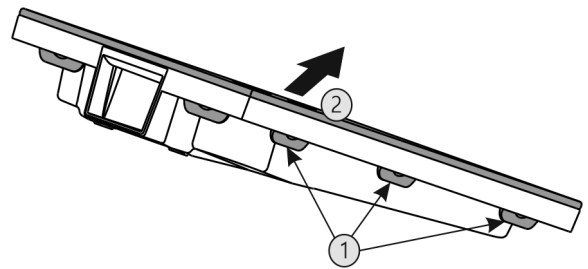

Fig. 82
- ▶ Alle lippen Fig. 82 (1) achtereenvolgens indrukken en de afdekking Fig. 82 (2) verwijderen.